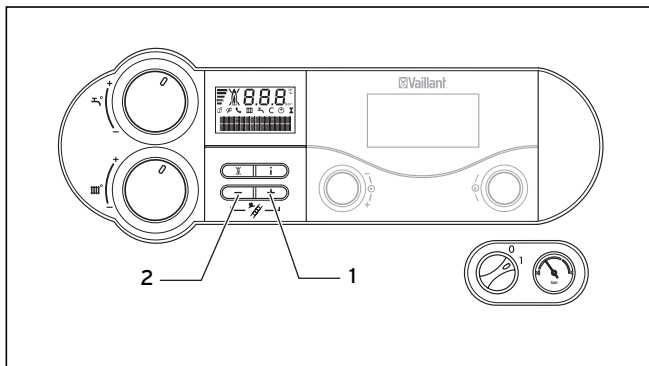

Abb. 4.19 Schornsteinfeger-Betrieb einschalten (hier abgebildet: atmoTEC/turboTEC exclusiv)
- Drücken Sie nun gleichzeitig die Tasten „+“ (3) und „-“ (4) (siehe **Abb. 4.19**), um den Messbetrieb wieder zu verlassen. Der Messbetrieb wird auch beendet, wenn Sie 15 Minuten lang keine Taste betätigen.